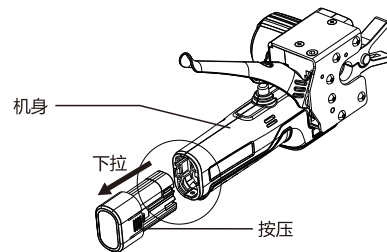

图1
(1) 按压电池包两侧条状凸起部位，并下拉取下电池包；请握紧机身避免掉落。（图1）